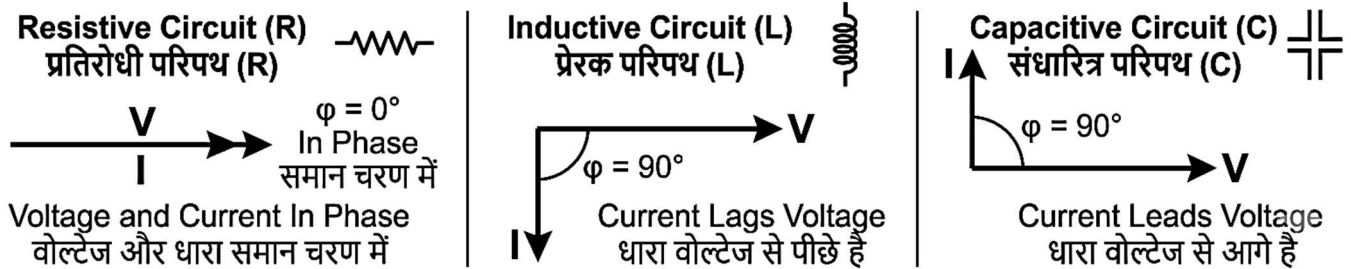

Fig. 5.1: Alternating Current - Terms and Phasor Diagrams | प्रत्यावर्ती धारा - पद एवं फेजर आरेख
5.1.1 Introduction (Fig. 5.1)
5.1.1 परिचय (Fig. 5.1)